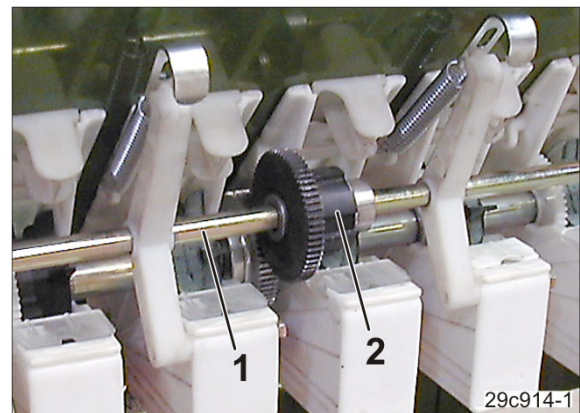

Bild 104
Drivaxeln (Bild 104/1) drivs av såvlsen via en koppling (Bild 104/2).
Drivaxelkopplingen (Bild 104/2) kan manövreras
- manövreras kopplingen (Bild 104/2)
- stoppar drivaxeln (Bild 104/1) som driver körspårshjulen